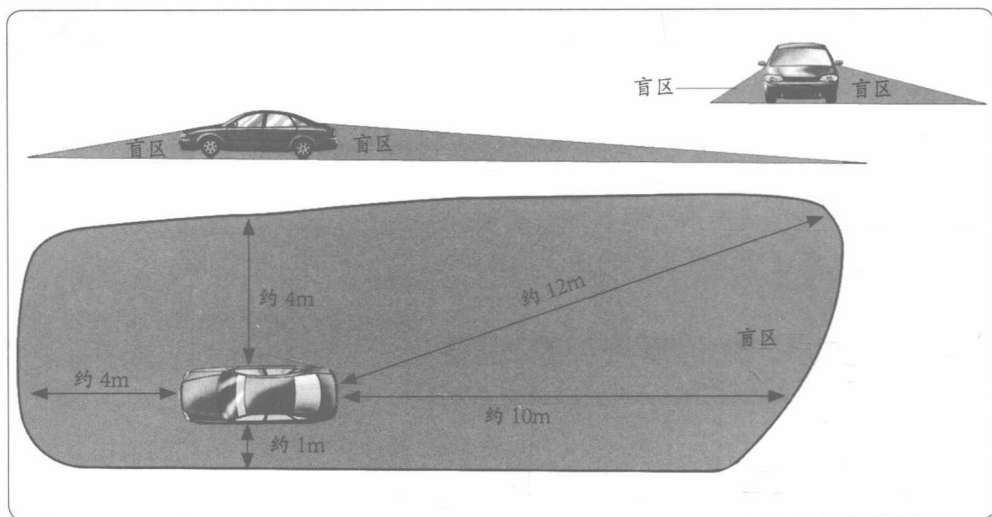

图 1-12 车内视线盲区
(1) 从驾驶座位上看不到的区域为车内视线盲区。
(2) 盲区内的儿童、物体和路面，驾驶员是看不到的，如图 1-12 所示。